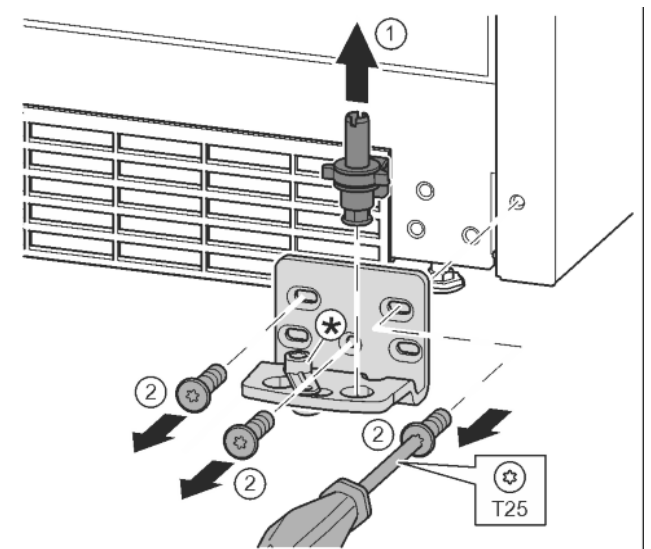

Fig. 17
- ▶ Sortir complètement l'axe de palier par le haut. Fig. 17 (1)
- ▶ Desserrer les vis avec le tournevis T25 et enlever le support de palier. Fig. 17 (2)